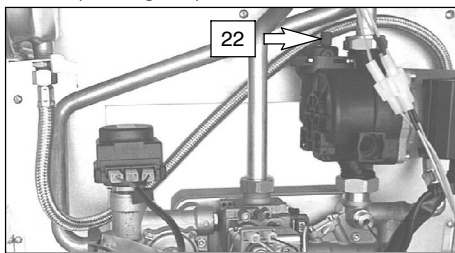

fig. 6.3
- 7 Allentare il tappo della valvola di sfiato automatico (22 in fig. 6.3).